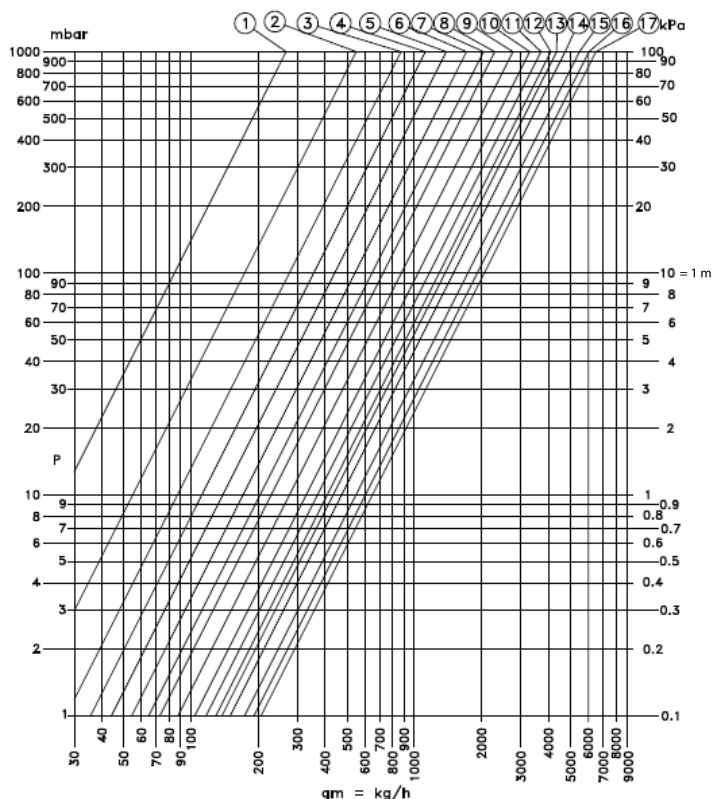

Fig. 6
Il by-pass secondario di bilanciamento (8) è dotato di doppia regolazione micrometrica, con memoria di posizione nel caso di chiusura momentanea. La regolazione va effettuata secondo il diagramma in fig. 6.
- 5 Allineare il cacciavite alla "x", quindi aprire con un numero di rotazioni secondo il diagramma riportato in fig. 6, in cui "giri" indica il numero di giri del grano micrometrico;